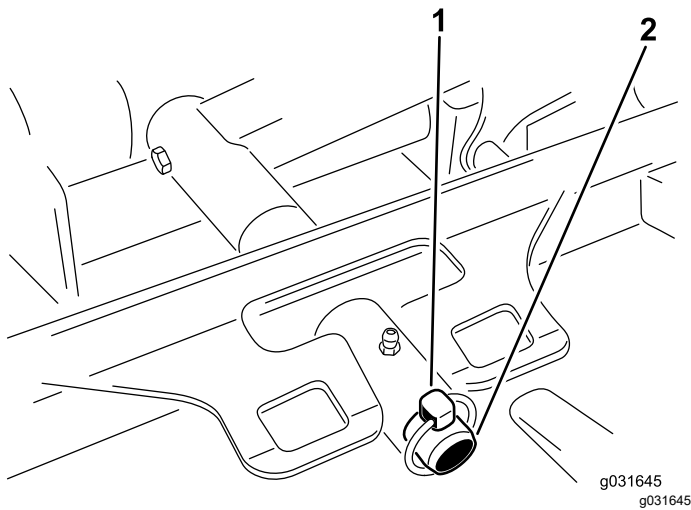

Figura 64
3. Retire el pasador de seguridad o la tuerca de retención que sujeta el bastidor de tiro de la unidad de corte a la barra de giro del brazo de elevación (Figura 64).
3. Coloque el bastidor de tiro de la unidad de corte sobre la barra de giro del brazo de elevación y fíjelo con el pasador de seguridad o la tuerca de retención (Figura 64).